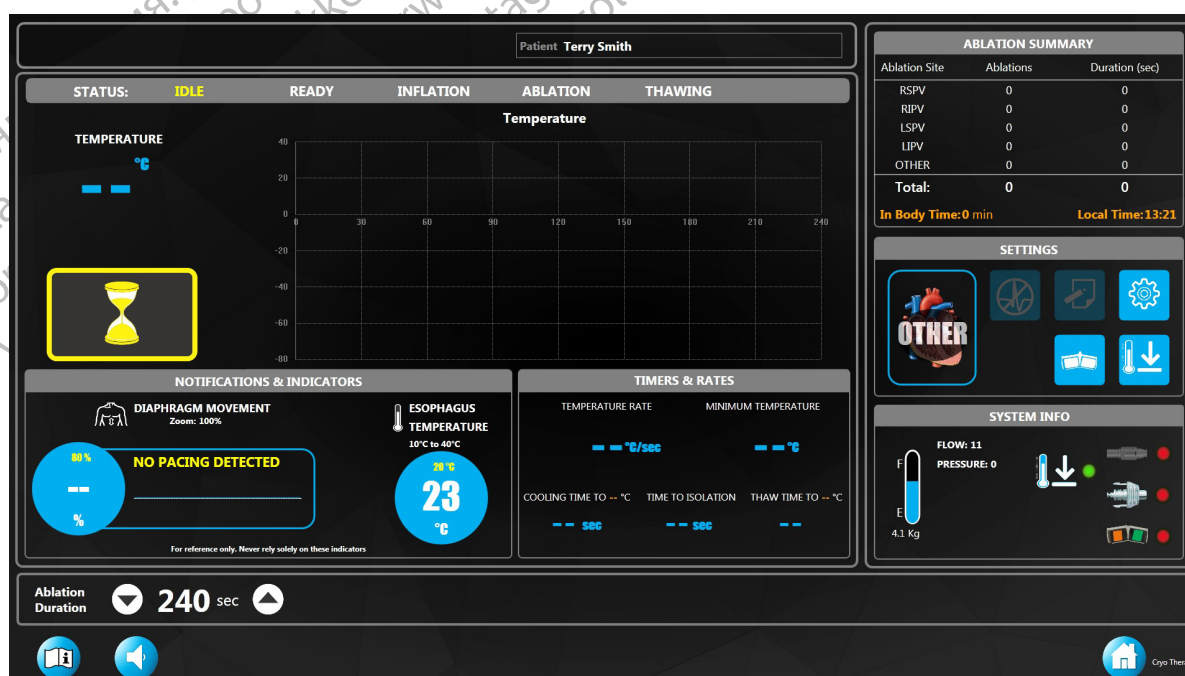

Figura 4. Ecrã de Terapia – estado inativo
8. É apresentado o ecrã de Terapia (Figura 4).
<p>Indica o estado atual do sistema (IDLE [Inativo], READY [Pronto], INFLATION [Inflação], ABLATION [Ablação] e THAWING [Descongelamento]). O estado ativo está realçado (o estado do sistema deve indicar IDLE [Inativo] conforme apresentado na Figura 4).</p>